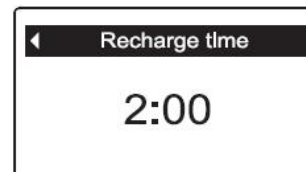

РИС. 112
4. Нажать кнопку ВЫБОР (O) для отображения экрана **Время заправки** (См. Рисунок 112).